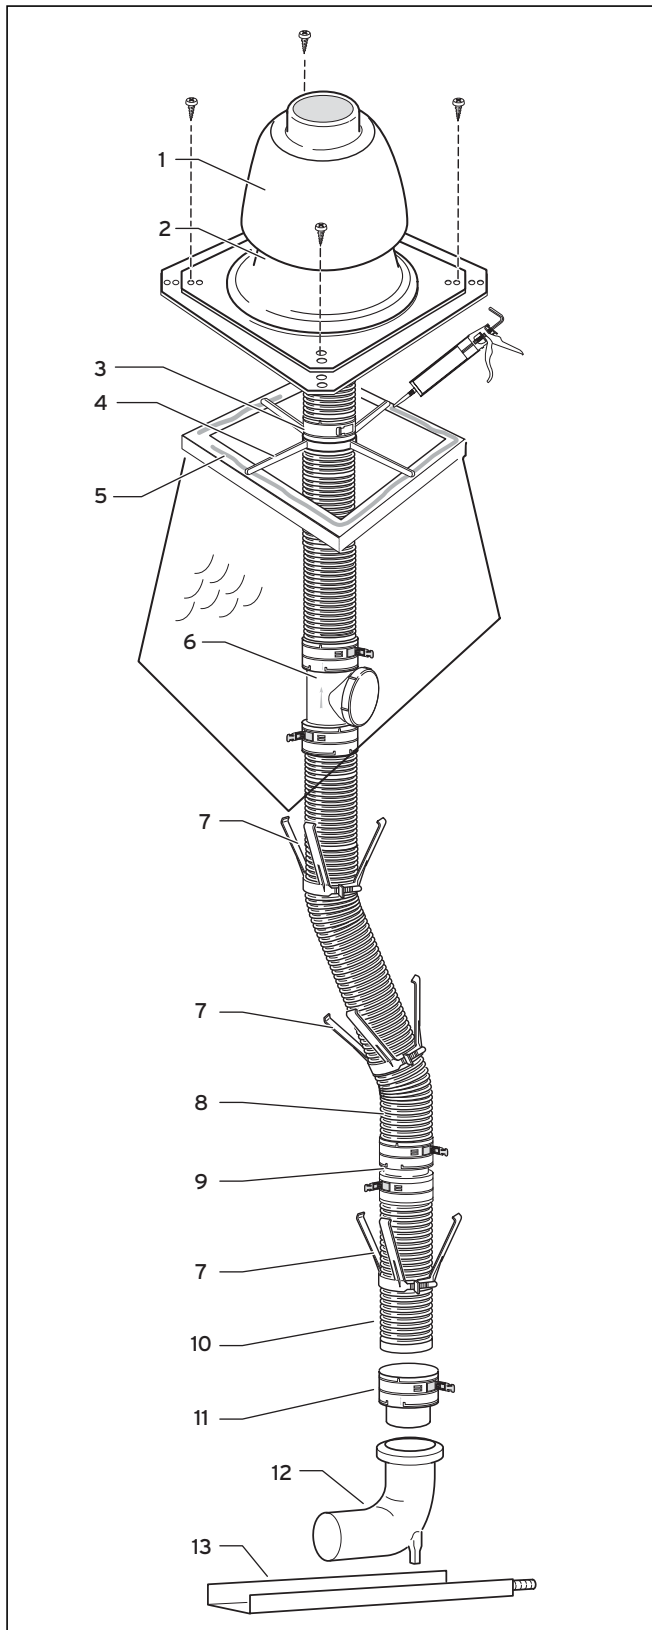

Рис. 5.38 Системная конструкция гибкого выпускного газопровода
- Надвиньте нижний конец выпускного газопровода (10) до упора во вставной элемент (11) и закрепите его защелкивающимися запорами.
- Монтируйте распорки (7, см. рис. 5.38) на расстоянии максимум 2 м на выпускном газопроводе.
- Передвиньте монтажный крест (4) через выпускной газопровод (8) на стенку шахты, см. рис. 5.38.
- Закрепите основание шахтной насадки (2, рис. 5.38) четырьмя болтами на краю устья.